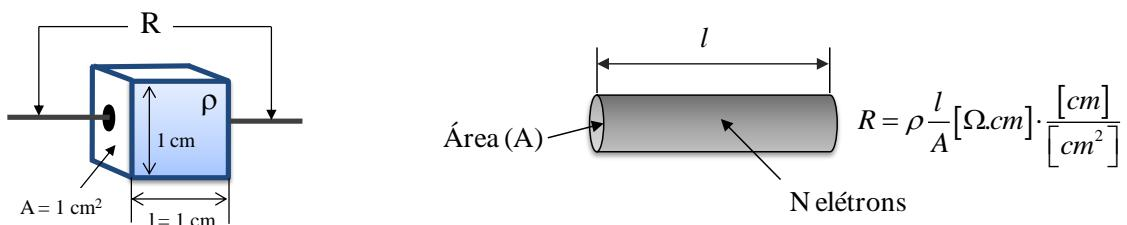

Figura 1.10 – Representação gráfica da resistividade e condutividade (BOYLESTAD e NASHELSKY, 2004).
a) **Condutor:** material que sustenta um fluxo de carga, quando uma fonte de f.e.m. de amplitude limitada é aplicada a seus terminais. Apresentam um e- livre na última camada (**camada de valência**2). A resistividade nesse tipo de material é muito baixa – veja o conceito gráfico de resistividade elétrica na Figura 1.10 (BOYLESTAD e NASHELSKY, 2004).